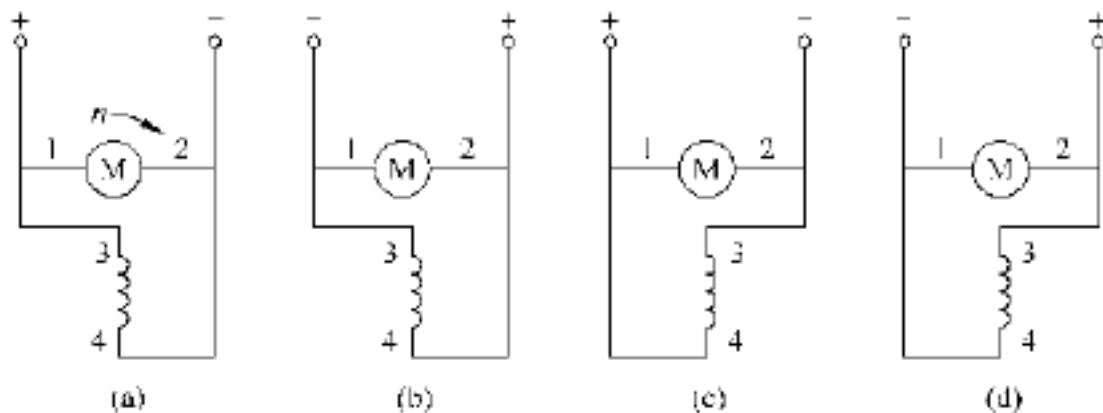

图 4.1
4.3 图 4.1 所示为一台空载并励直流电动机的接线,已知按图(a)接线时电动机顺时针启动,请标出按图(b)、(c)、(d)接线时,电动机的启动方向。